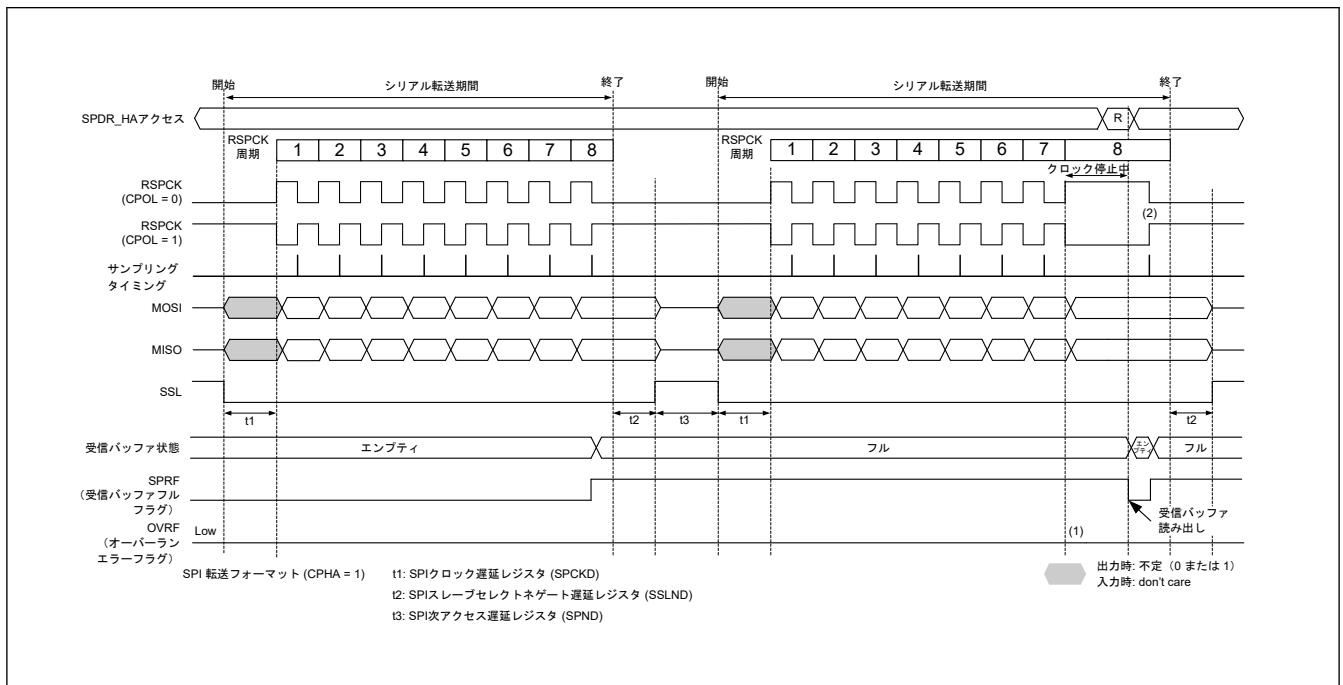
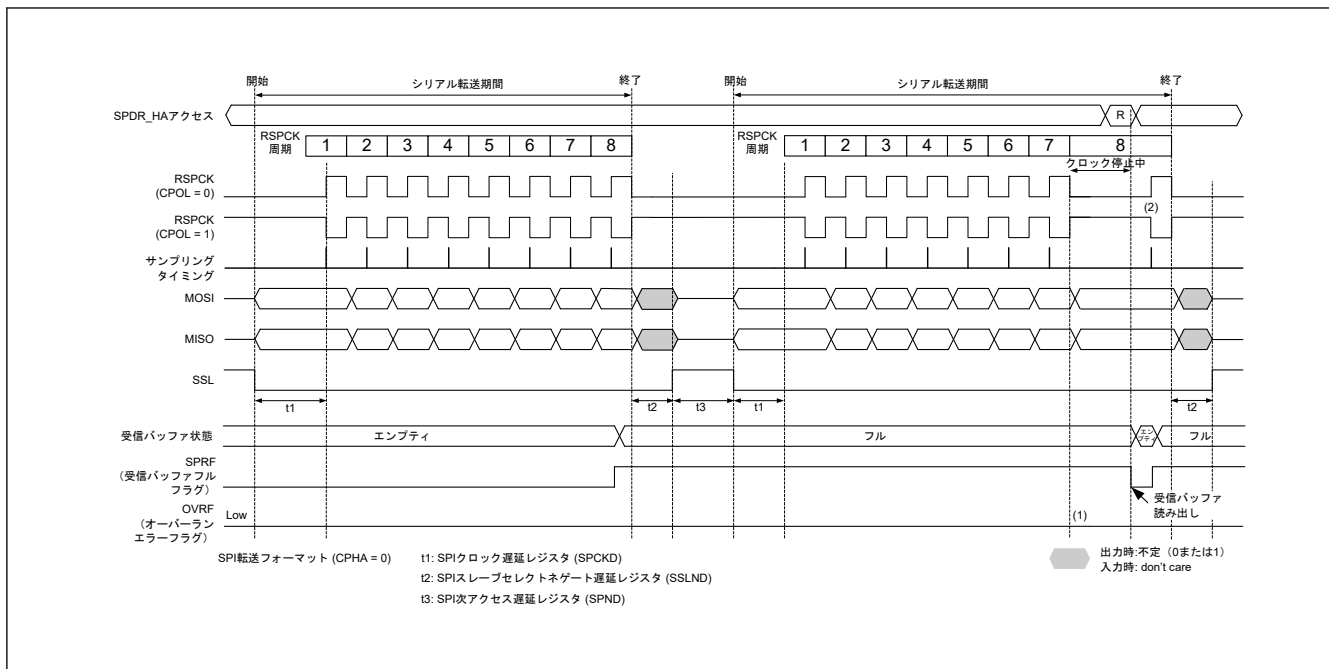

図 27.29 マスタモードの受信バッファフル状態でシリアル転送が継続するときのクロック停止波形 (SPCMDm.CPHA = 1)
図 27.30 マスタモードの受信バッファフル状態でシリアル転送が継続するときのクロック停止波形 (SPCMDm.CPHA = 0)
マスタモードで RSPCK 自動停止機能を有効 (SPCR2.SCKASE = 1) にした場合は、オーバーランエラーが発生しません。図 27.29、図 27.30 にマスタモードの受信バッファフル状態でシリアル転送が継続するときのクロック停止波形を示します。
以下に、図 27.29 および図 27.30 の (1)、(2) に示したタイミングでのフラグ動作を説明します。